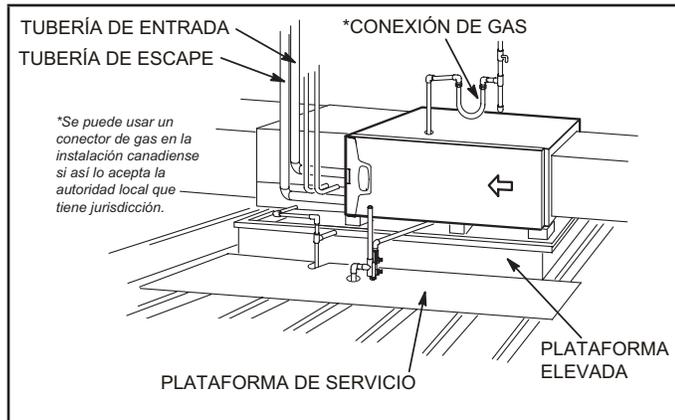

FIGURA 19
Este calefactor puede instalarse ya sea en un ático o en un espacio entre plantas. Ya sea cuelgue el calefactor de los travesaños del techo o de las vigas del piso, tal como se muestra en la "FIGURA 18", o instale el calefactor sobre una plataforma, tal como se muestra en la "FIGURA 19". Se puede ordenar un kit de suspensión horizontal (51W10) de Lennox o usar un equivalente.
- 2 - Construya un marco de madera elevado y cúbralo con una lámina de madera terciada. Si la unidad se instala arriba del espacio acabado, instale un colector de drenaje auxiliar debajo de la unidad. Coloque la unidad en el colector de drenaje como se muestra en la "FIGURA 19". Deje 8 pulgadas de espaciamiento de servicio debajo de la unidad para la trampa de condensado.